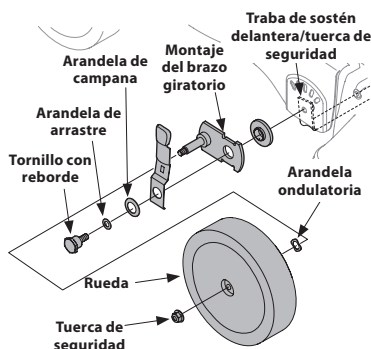

Figura 21
- Saque las tuercas de seguridad de brida, las ruedas delanteras y las arandelas ondulatorias que van unidas a los montajes del brazo giratorio. Vea la Figura 21.